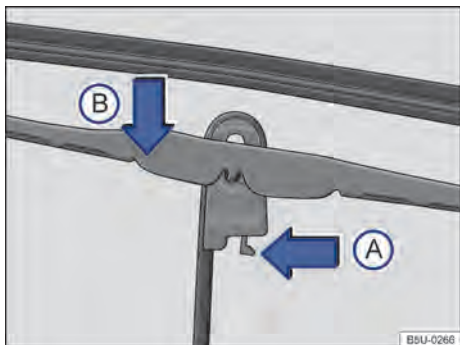

Fig. 146 Substituir as palhetas dos limpadores do para-brisa.
- Colocar a palheta em uma posição perpendicular em relação ao braço → Fig. 146.